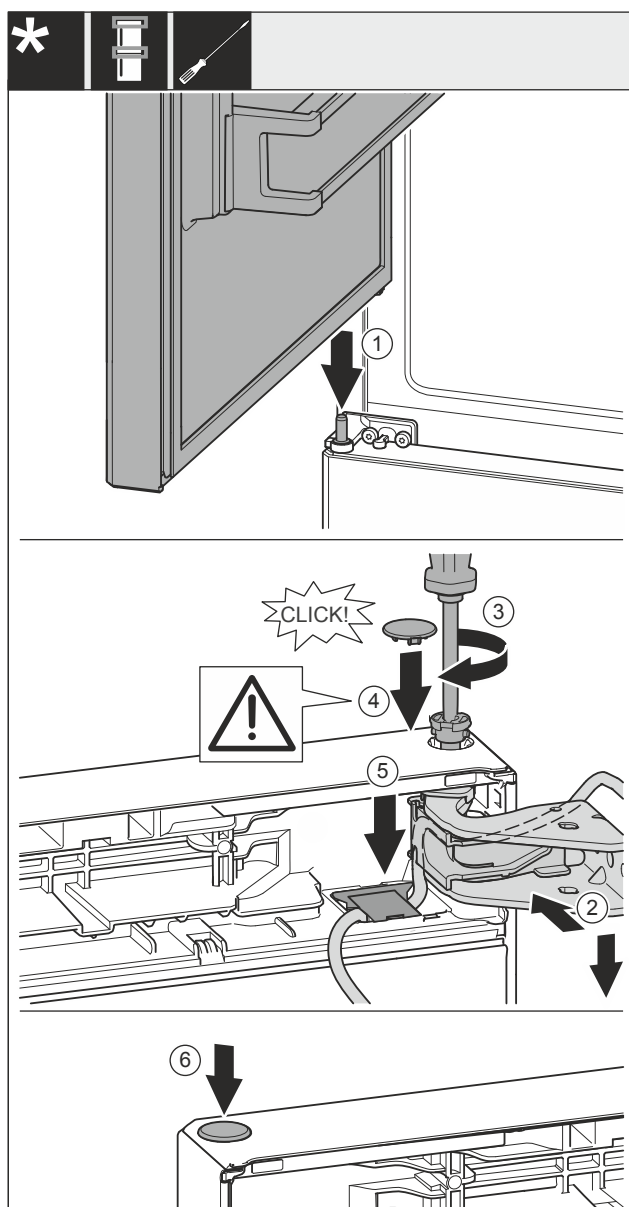

Fig. 58
- Stavite gornja vrata na srednji svornjak ležaja Fig. 58 (1).
- Poravnajte gornja vrata prema otvoru u podlošku ležaja Fig. 58 (2).
- Umetnite svornjak Fig. 58 (3) i pritegnite ga odvijačem.
- Postavite poklopac Fig. 58 (4).
- Provjerite da poklopac Fig. 58 (4) naliježe na vrata.
- Umetnite poklopac Fig. 58 (5) i pritisćite ga prema dolje dok se ne uglati.
- Postavite poklopac Fig. 58 (6).